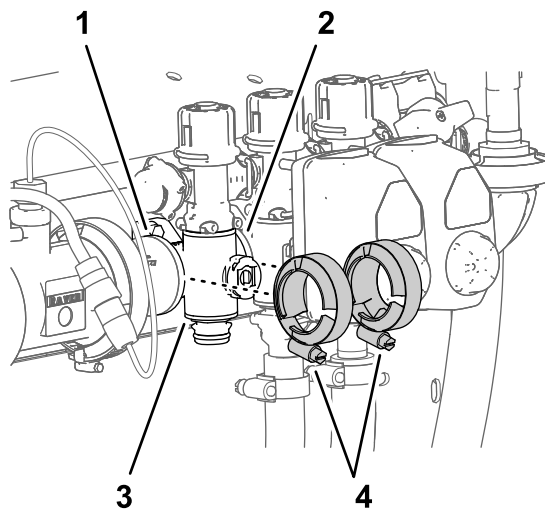

Bild 111
- Entfernen Sie die zwei Flanschklemmen, mit denen das Abschnittverteilerventil an den Flanschen der danebenliegenden Komponenten befestigt ist (Bild 111).